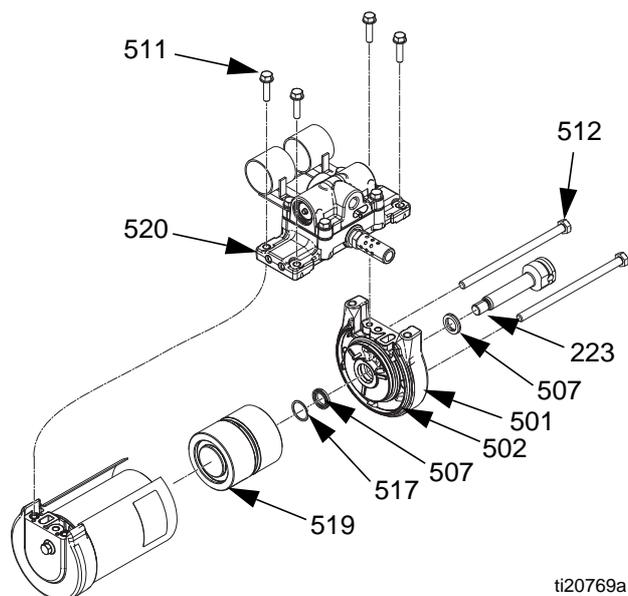

FIG. 53
*Démontage (voir la FIG. 53) :*
- Retirer les quatre vis (511) et déposer l'ensemble du collecteur d'air (520).
- Retirer les deux boulons (512), puis retirer avec précaution le capuchon d'embase du moteur pneumatique (501) du reste de l'ensemble du moteur pneumatique.
- Débrancher la tige (223) du piston du moteur pneumatique (519), puis la sortir du capuchon d'embase du moteur pneumatique (501).
- Retirer l'anneau de retenue (517) du capuchon d'embase (501)
- Retirer les deux joints en coupelle de presse-étoupe (507) du capuchon d'embase du moteur pneumatique (501) et les jeter.
*Remontage (voir la FIG. 53) :*
- Appliquer de la graisse résistante à l'eau sur les nouveaux joints en coupelle (507), puis installer les joints dans le presse-étoupe du capuchon d'embase du moteur pneumatique (501).
- Installer l'anneau de retenue (517) dans le capuchon d'embase (501).
- Prudemment introduire la tige (223) dans le capuchon d'embase du moteur pneumatique.
- Appliquer de la colle forte, fournie dans le kit, sur les filetages de la tige, puis raccorder la tige (223) au piston du moteur pneumatique (519). Serrer à 47–54 N•m (35–40 ft-lb).